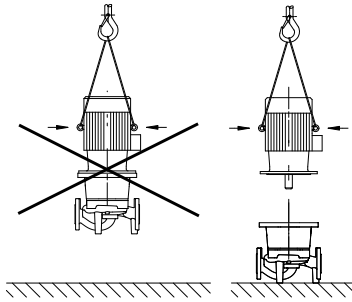

Fig. 7: Motora transportēšana
- Pie motora izvietotās celšanas skrūves ar cilpu paredzētas tikai motora un nevis visa sūkņa transportēšanai (Fig. 7).